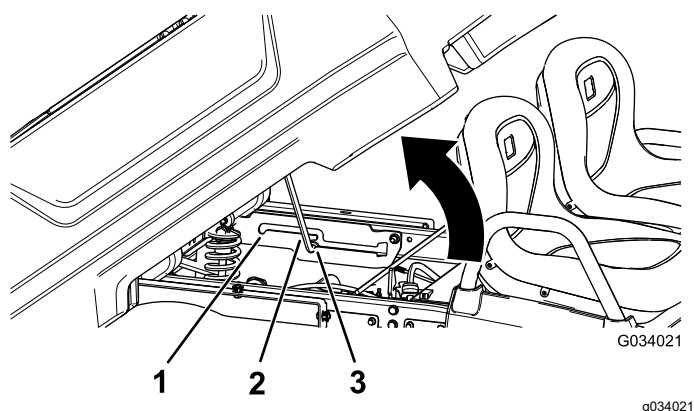

Figure 17
2. Engagez la béquille dans le cran de verrouillage pour bloquer le plateau en position de déchargement (Figure 17).
2. Engagez la béquille dans le cran de verrouillage pour bloquer le plateau en position d'entretien (Figure 17).
2. Sortez la béquille du cran de verrouillage (Figure 17).